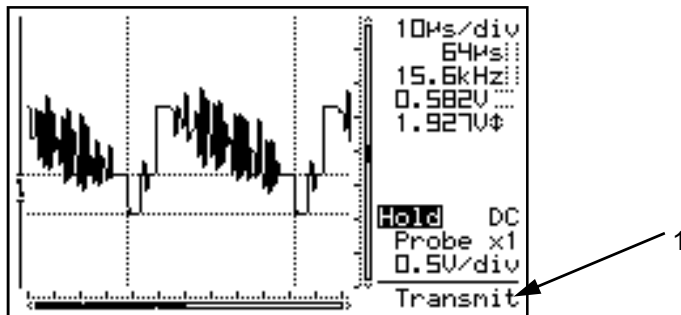

Fig 11
After power on, the unit will send the current data through the USB port (1), see fig. 11 :
Na inschakeling van de scoop zal de huidige data via de USB poort verstuurd worden (1), zie fig. 11 :
Après mise sous tension, l'unité envoie les données en cours via le port USB (1), voir fig. 11 :
Nach dem Einschalten des Gerätes, wird es den aktuellen Wert über den USB-Anschluss senden (1), Abb. 11: